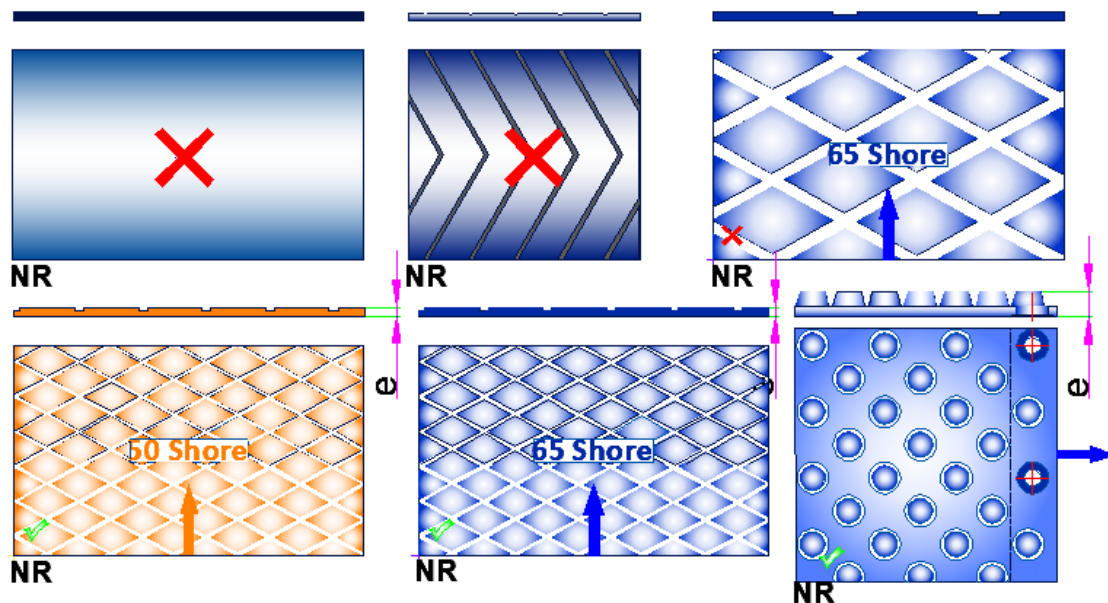

Fig.6 : Garnissages caoutchouc pour tous types de tambours
- Tous les tambours doivent être garnis de caoutchouc « rainuré petits losanges », de dureté Shore A et d'épaisseur appropriés, selon les contraintes appliquées à la bande {fig.6}.